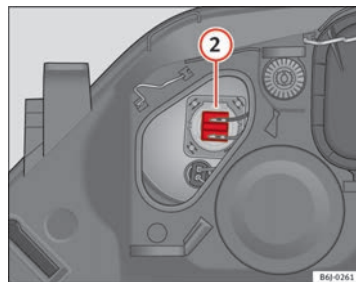

Fig. 164 Feux de route
- Retirez le connecteur ⇒ fig. 164 ② en tirant vers l'extérieur.